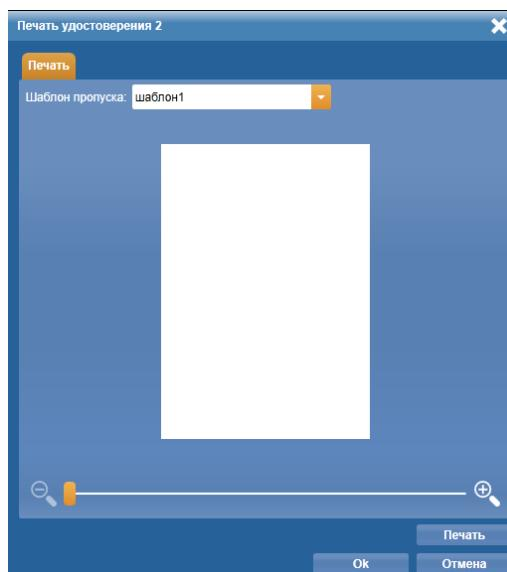

Рисунок 14.Окно **Печать Удостоверения**
- 3) В открывшемся окне **Печать удостоверения** (Рис. 14) необходимо выбрать используемый при печати шаблон пропуска из развертывающегося списка (необходимо проконтролировать, что размеры запечатываемой области, которую необходимо получить, соответствуют размерам печатной формы макета). Процесс создания Шаблона пропуска описан в закладке **Шаблоны пропусков**,